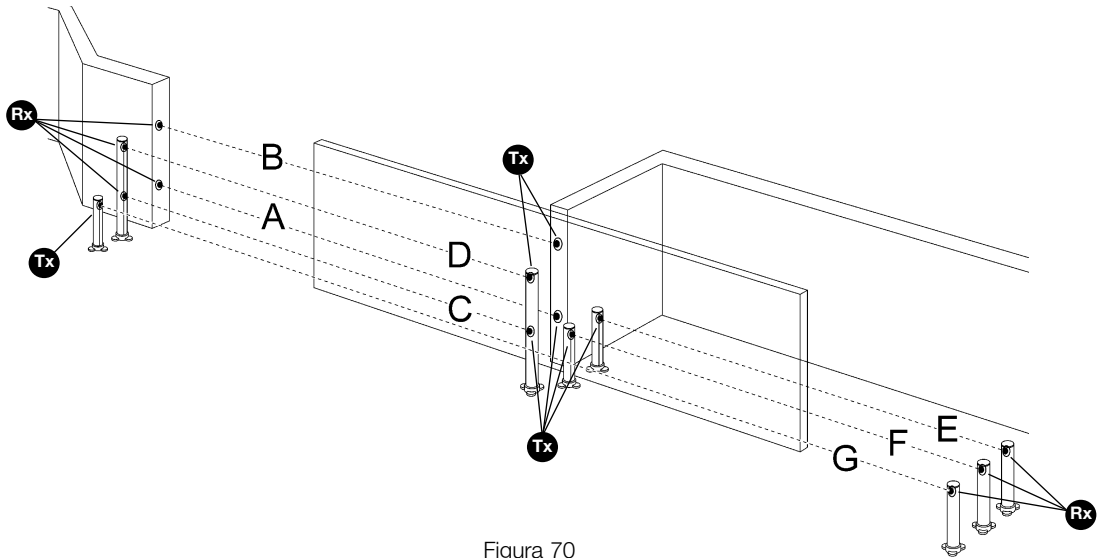

Figura 70
En cualquier momento es posible instalar otras fotocélulas, además de aquellas entregadas de serie con SL1 y SL10. En un automatismo para puertas de correderas es posible colocarlas tal como representado en la figura 70.
- 2 Determine la posición de instalación de acuerdo con la figura 70 y realice el puente de conexión de acuerdo con la Tabla 9.